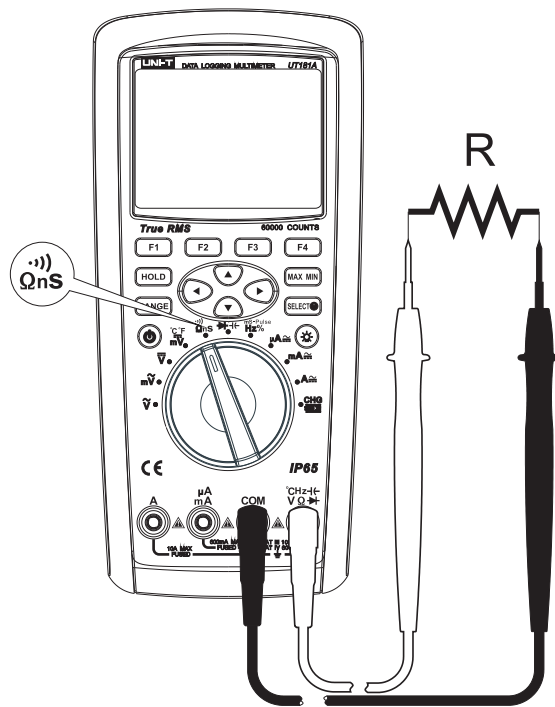

图8
- 2) 将仪表的旋钮开关转到“ $\Omega$ nS”测量档，默认当前为电阻测量 $\Omega$ 档，如图8，将表笔并联到被测电阻两端。
- 2) 将仪表的旋钮开关转到“ $\Omega$ nS”测量档，按SELECT键选择电导60nS测量档，如图8，将表笔并联到被测电阻两端。
- 2) 将仪表的旋钮开关转到“ $\Omega$ ns”测量档，按SELECT键选择通断测试档，如图8，将表笔并联到被测电阻两端。按功能键MENU(菜单)进入菜单项，如按SHORT(菜单)键，则蜂鸣器选择短路发声警告，被测两端之间电阻 $<10\Omega$ ，蜂鸣器连续发声 $>50\Omega$ ，蜂鸣器不发声。如按OPEN(菜单)键，则蜂鸣器选择开路发声警告，被测两端之间电阻 $>50\Omega$ ，蜂鸣器连续发声， $<10\Omega$ ，蜂鸣器不发声。